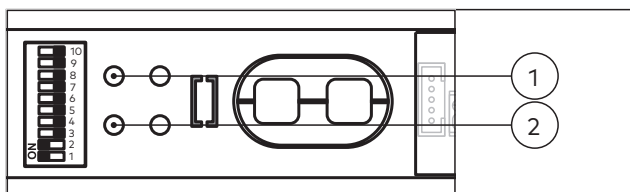

Abb. 59 Lernfahrt starten
- ▶ Die LED blinkt grün (Abb. 59/1).
3. Den Reset-Taster am Antrieb länger als 3 Sekunden drücken (Abb. 59/2).